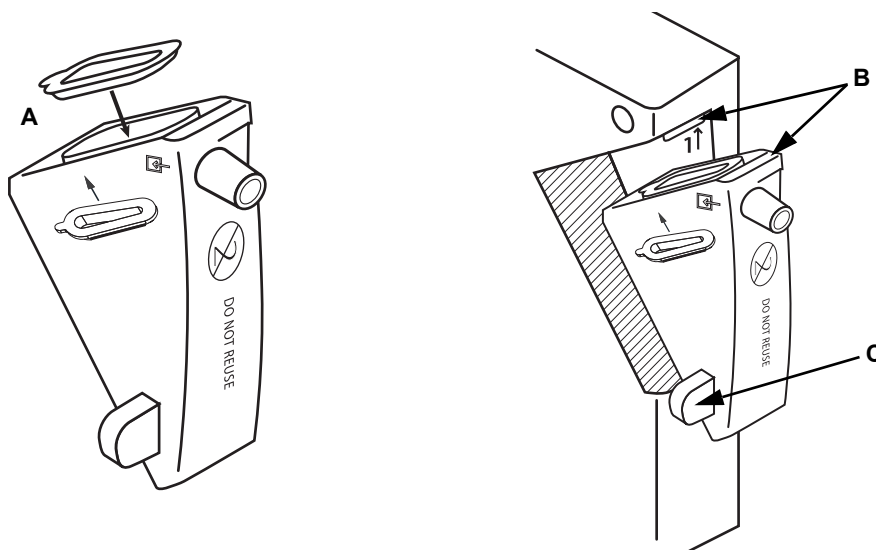

Figure 2. Remplacement du piège à humidité/filtre
1. Placez le filtre dans le piège à humidité de façon à ce que le joint en silicone soit orienté vers le haut et à ce que le matériau hydrophobe entre à l'intérieur de l'ouverture du piège à humidité (figure 2-A).
2. Aidez-vous des repères situés au dos du moniteur pour aligner la rainure située en haut du piège à humidité avec le rebord situé en haut du boîtier du piège sur le moniteur (figure 2-B).
3. Introduisez d'abord le haut du piège en l'inclinant, puis le bas. Appuyez sur la languette pour mettre le piège à humidité en place (figure 2-C). Vous devez sentir un clic et le piège à humidité doit s'encaster avec le côté et l'arrière du moniteur.